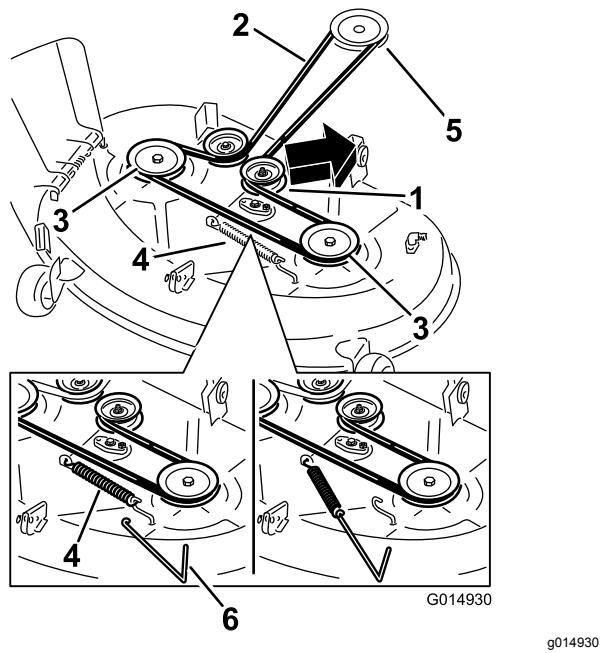
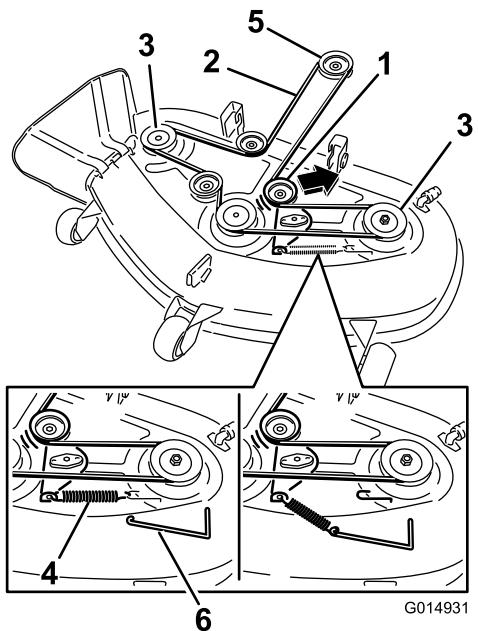

Bild 58
Bild 59
(Toro-Bestellnummer 92-5771) vom Mähwerkhaken, um die Spannung von der Spannscheibe zu nehmen, und rollen Sie den Riemen von den Riemenscheiben (Bild 58 und Bild 59).
7. Verlegen Sie den neuen Riemen um die Motor- und Mähwerkriemenscheiben (Bild 59).
8. Setzen Sie die Spannscheibenfeder mit einem Werkzeug zur Federentfernung auf den Mähwerkshaken, um die Spannscheibe und den Mähwerkriemen zu spannen (Bild 58 und Bild 59).